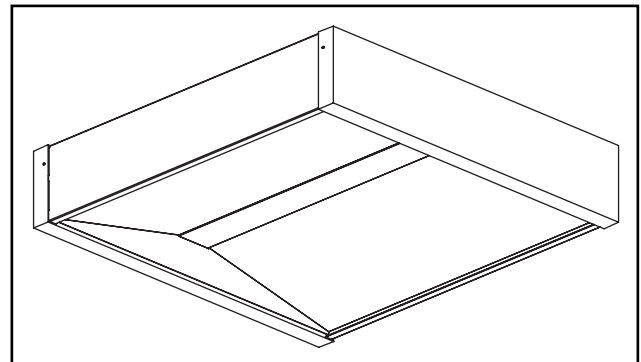

Figura 5.
5. Vuelva a colocar la placa trasera en el kit de montaje en superficie. La tapa trasera solamente se une en una dirección. Asegúrese de que las piezas para colocación a presión de la placa trasera estén aseguradas. Una con tornillos N. ° 10 si fuera necesario. (ver Figura 5)